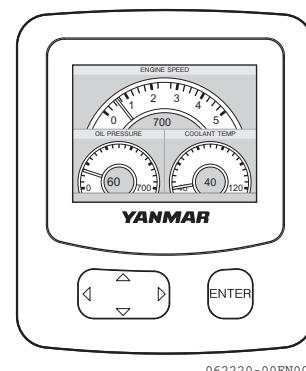

Figure 38
- Lorsque le moteur démarre, l'écran du système de pilotage affiche l'écran avec les conditions du moteur (**Figure 38**).